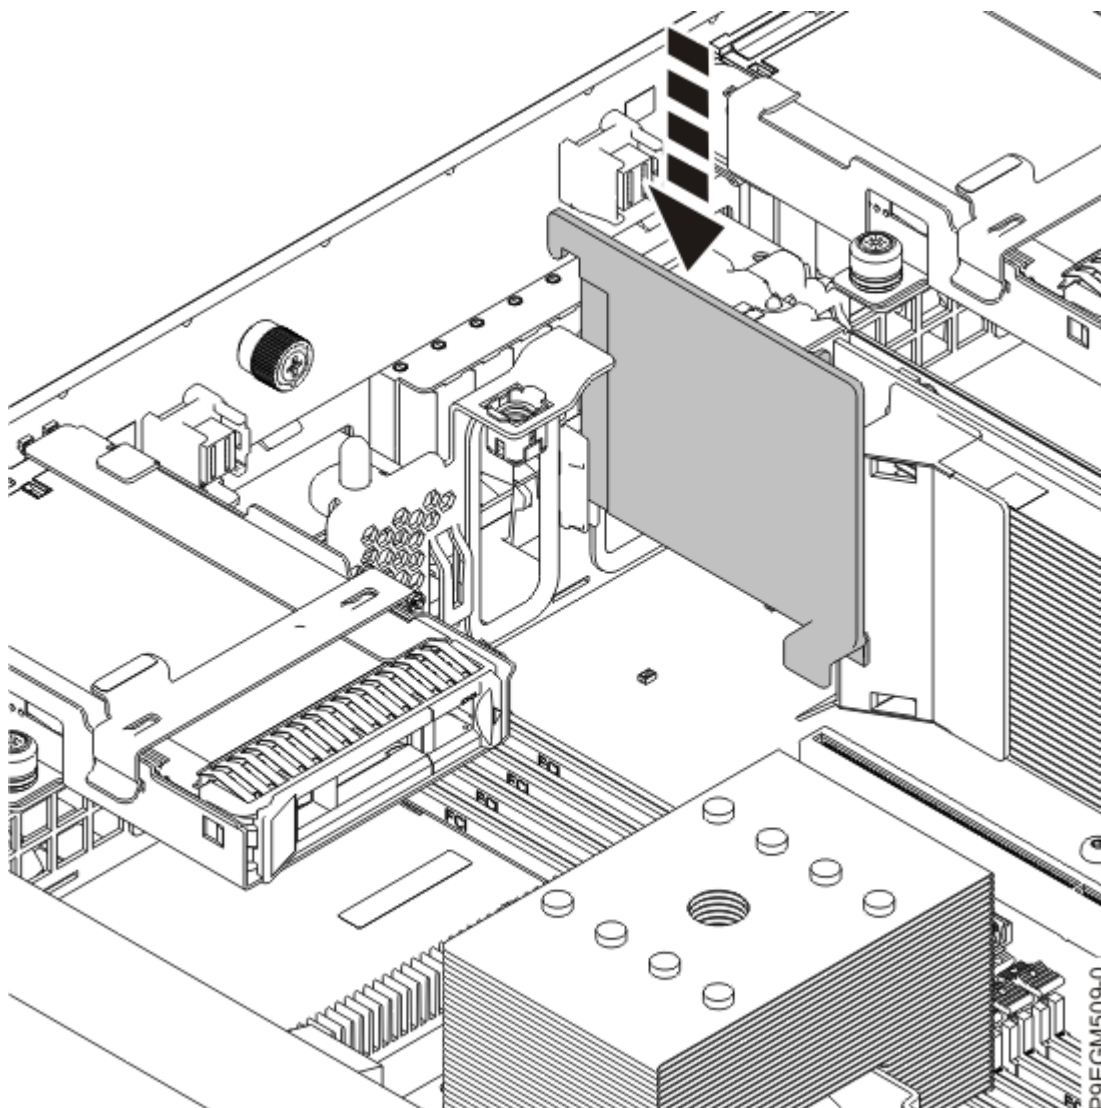

Figura 19. Instalar o separador de ar
- c) Baixe o separador de ar até ao respectivo lugar, conforme demonstrado em Figura 19 na página 25.